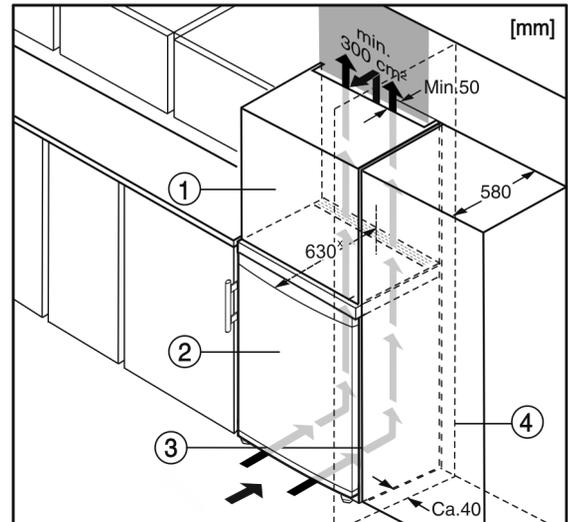

Fig. 6
L'apparecchio può essere incassato nell'arredamento per la cucina. Per adattare l'apparecchio Fig. 6 (2) all'altezza della cucina componibile, è possibile applicare sopra l'apparecchio un adeguato mobile da appoggio Fig. 6 (1).\*
Si la cocina posee armarios (profundidad máx. 580 mm), el aparato se puede colocar directamente junto al armario de cocina Fig. 6 (3). El aparato sobresale 34 mm\* por los lados y 50 mm\* en el centro del aparato respecto al frente del armario de cocina.\*
Se l'apparecchio con cerniere viene installato accanto ad una parete Fig. 6 (4), la distanza minima fra l'apparecchio e la parete deve essere almeno di 40 mm, che corrisponde alla sporgenza della maniglia con la porta aperta.